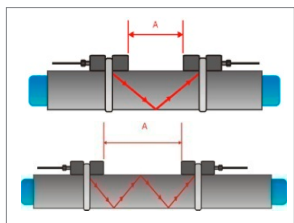

Рис. 3. Зеркальный режим
Расходомер использует четное число проходов. Это наиболее удобный режим установки, поскольку расстояние до преобразователя можно легко менять, а датчики можно легко регулировать. По возможности используйте данный режим (Рис. 3).
- Четное число проходов: оба датчика расположены на одной стороне трубы (Рис. 3).
- Для правильной установки датчиков на необходимой стороне трубы используйте показанное число проходов (см. рис. 3 и 4).